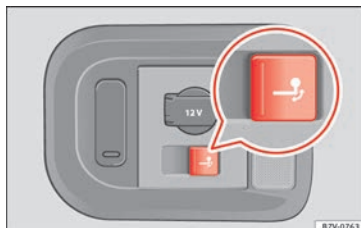

Abb. 153 Gepäckraum rechts: Taste zum elektrischen Schwenken des Kugelkopfs.
- Taste »» **Abb. 153** kurz ziehen. Der Kugelkopf wird elektrisch entriegelt und schwenkt selbstständig heraus, die Kontrollleuchte in der Taste blinkt.
- Taste »» **Abb. 153** kurz ziehen. Der Kugelkopf wird elektrisch entriegelt, die Kontrollleuchte in der Taste blinkt.